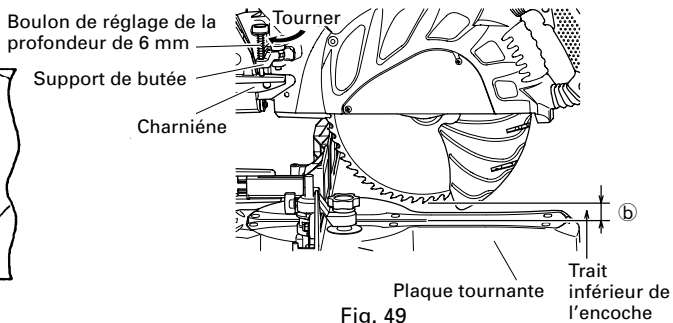

Fig. 49
- (1) Tourner le support de butée dans la direction indiquée dans la fig. 49. Abaisser la tête du moteur et tourner le boulon de réglage de la profondeur de 6 mm à la main (où la tête du boulon de réglage de la profondeur de 6 mm touche la charnière).